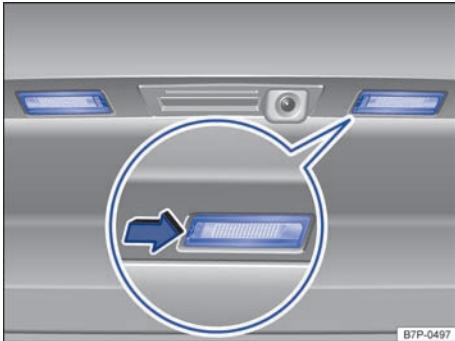

图 281 在尾门内：牌照灯
2. 将随车工具中的螺丝刀的扁平工具头沿箭头方向压入牌照灯的凹槽中 ⇒ 图 281。